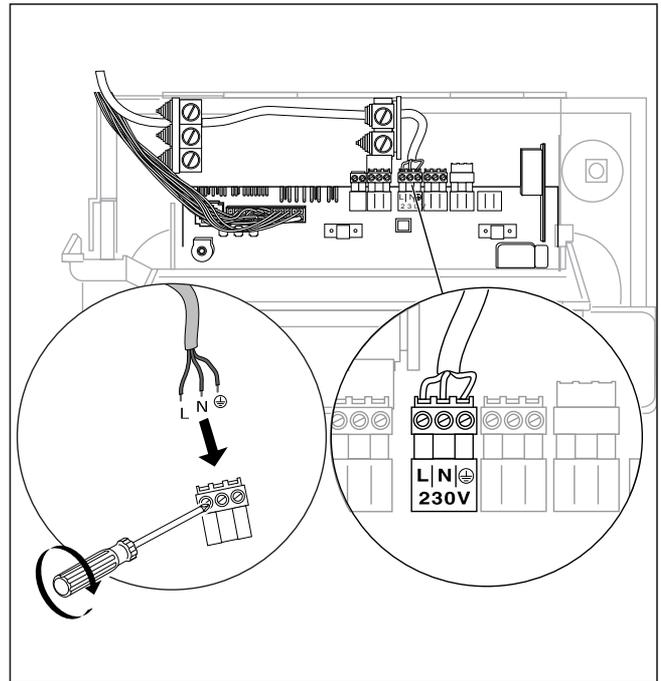

Fig. 4.4 Branșarea cablului de rețea
Cazanele cu gaz Vaillant sunt dotate cu sistemul de fișe Pro E pentru facilitarea instalării părții electrice și sunt cablate până la faza de branșare imediată. Cablurile de rețea și celelalte cabluri de conectare (de ex. pompa de circulație etc.) pot fi legate la fiecare fișă a sistemului Pro E special prevăzută (vezi fig. 4.4). Cablurile de rețea și cele de tensiune scăzută (de ex. conductorii senziorilor) vor fi pozate cu distanțare reciprocă.
- Conectați fix cablul de rețea la fișa Pro E (vezi fig. 4.4 și 4.5).